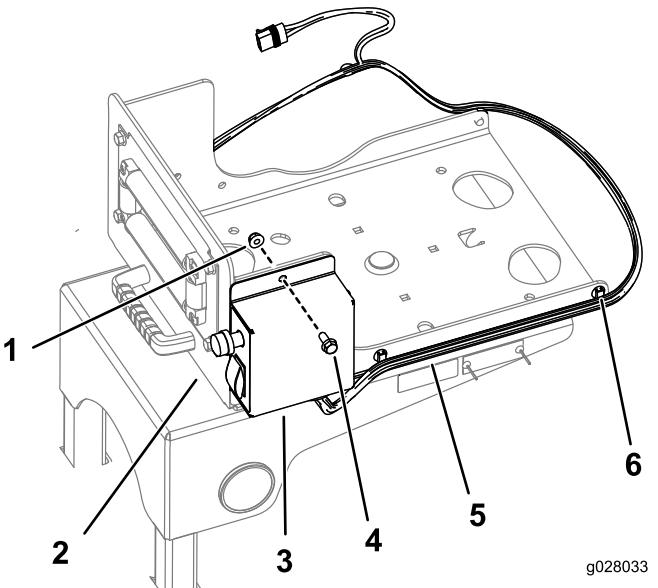

図 21
- 3. 図 21のように、スイッチボックスをスイベルプレートに取り付けるボルト 5/16 -18 x 1/4" 2本とフランジナット 5/16-18" 2個を使用する。
4. ワイヤハーネスを、スイベルプレートの側部に固定する既存のクリップを使用する図 21。